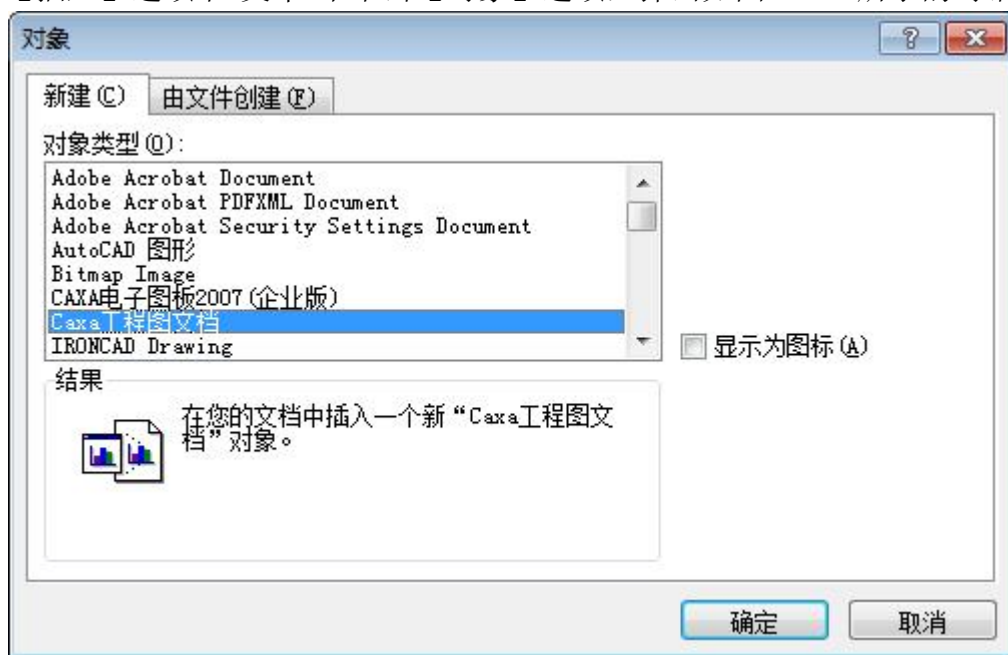

图 2-101 插入对象对话框
- 2) 在功能区的【插入】选项卡“文本”中单击【对象】选项，弹出如图 2-101 所示的对话框。